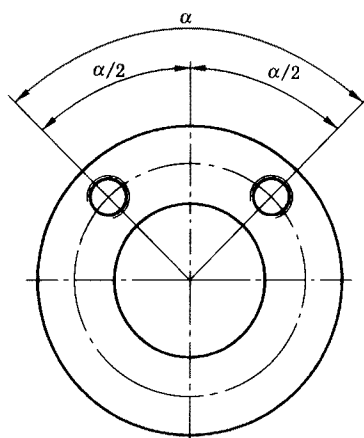

图 2 螺纹(孔)位置
6.6 螺柱或螺栓孔应错开驱动装置的轴线对称分布。如图 2 所示和表 3 的规定。